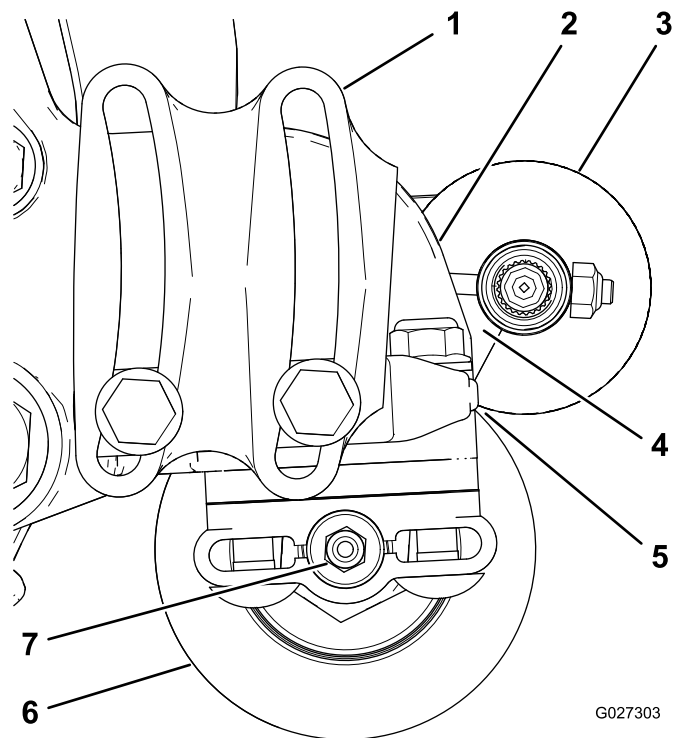

Рисунок 10
2. Расположите щетку катка так, чтобы она только слегка соприкасалась с задним катком (или слегка опиралась на него) (Рисунок 10).